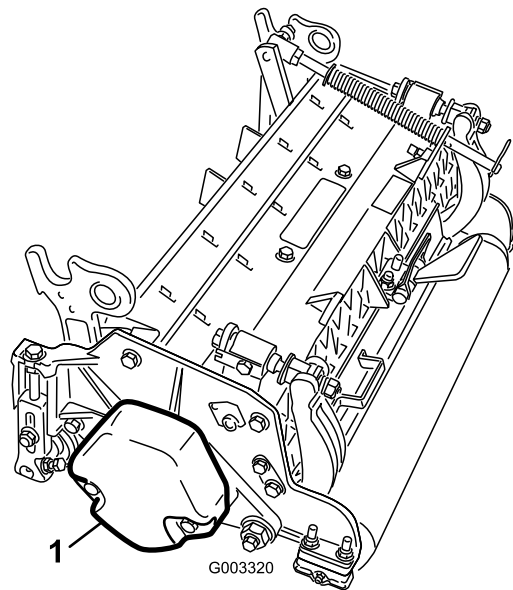

Bild 9
4. Stellen Sie sicher, dass der Gegenballast (Bild 9) am richtigen Ende der Schneideinheit montiert ist, siehe die *Bedienungsanleitung* der Schneideinheit.